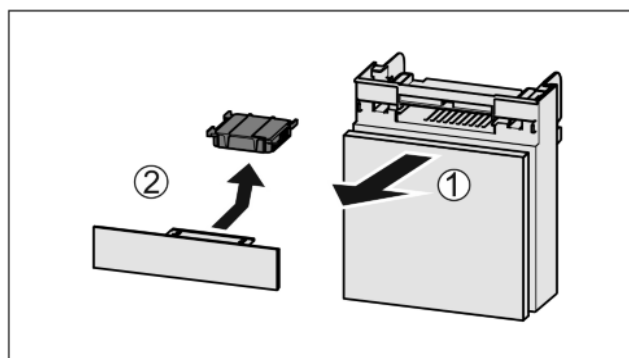

Fig. 27
- Lade vanaf de voorkant eruit trekken Fig. 27 (1).
- Actiefkoolfilter verwijderen Fig. 27 (2).